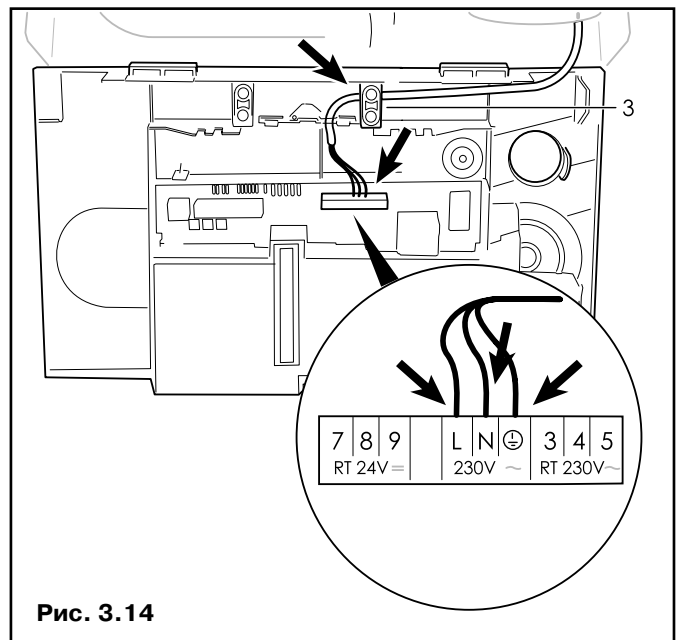

Рис. 3.14
- Отожмите зажимы задней крышки распределительной коробки (1) в местах (2) и снимите заднюю крышку.
- Проложите сетевой кабель так, как показано на рис. 3.14.